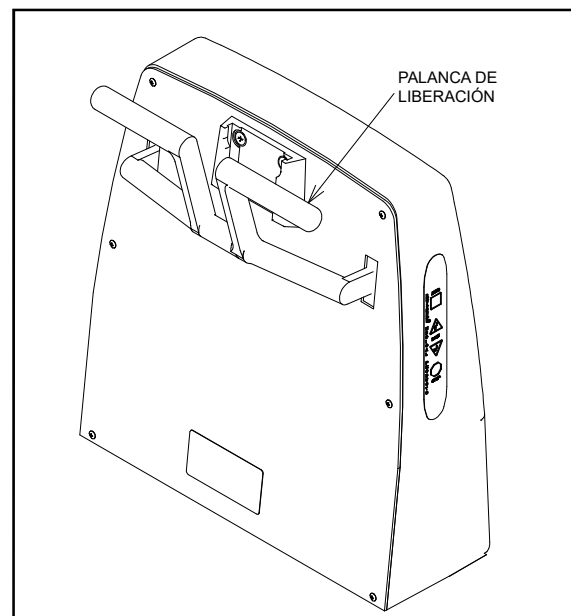

FIGURA 4
- El respaldo de la silla se puede reclinar o levantar empujando hacia abajo o tirando hacia arriba la palanca de liberación (Figura 4).